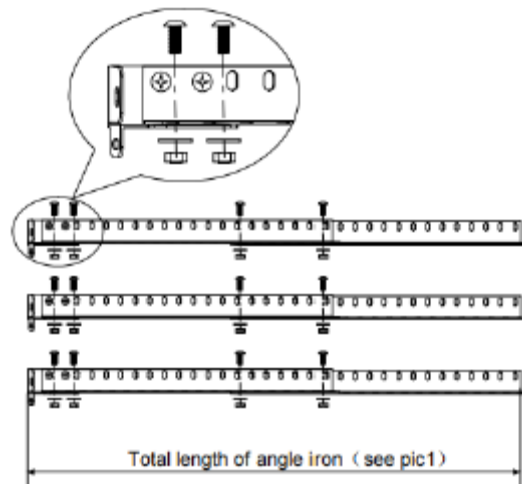
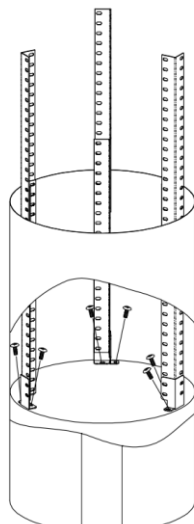

Рис. 3
Рис. 4
5. Обчисліть довжину кутника згідно з Рис.1; Зафіксуйте кутник до кронштейна за допомогою 18 шт. гвинтів M4X10, гайки M4 та шайби (перекриття між кутником повинно бути більше ніж 100 мм). Див. рис. 3.
6. Використайте 6 шт. гвинтів M4X10 для фіксації кутника на корпусі витяжки і встановіть розширювальну трубу. Див. рис. 4 та 5. (Написи на рис.3: *Total length of angle iron (see pic 1)* – Загальна довжина кутника (див. рис. 1).